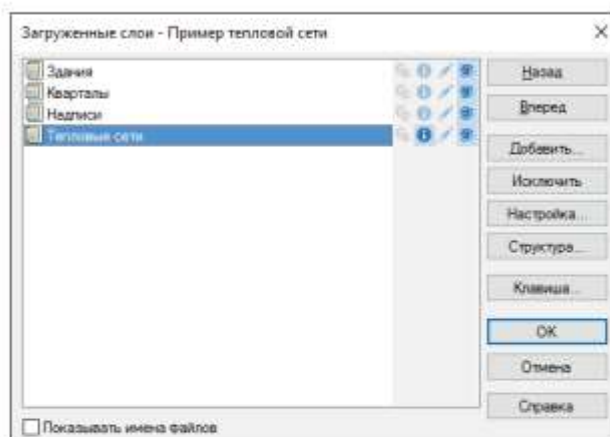

Рисунок 10.3. Окно выбора слоя
3. Нажмите кнопку **Слой...**, выберите слой рассчитываемой тепловой сети в открывшемся диалоге (смотрите Рисунок 10.3. «Окно выбора слоя») и нажмите кнопку **ОК** чтобы подтвердить выбор и закрыть диалог;